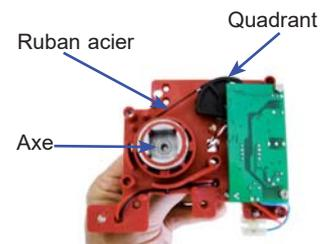

fig I-4
- Mesurer la course disponible de l'axe du positionneur en faisant tourner délicatement l'axe. La course est limitée par la course du quadrant de roue du potentiomètre relié à l'axe par un ruban acier en inox (cf figure I-4). Placer l'axe à mi-course (fig I-4) puis remettre en place dans le boîtier du positionneur cette plaque rouge **avec l'axe en position mi-course.**